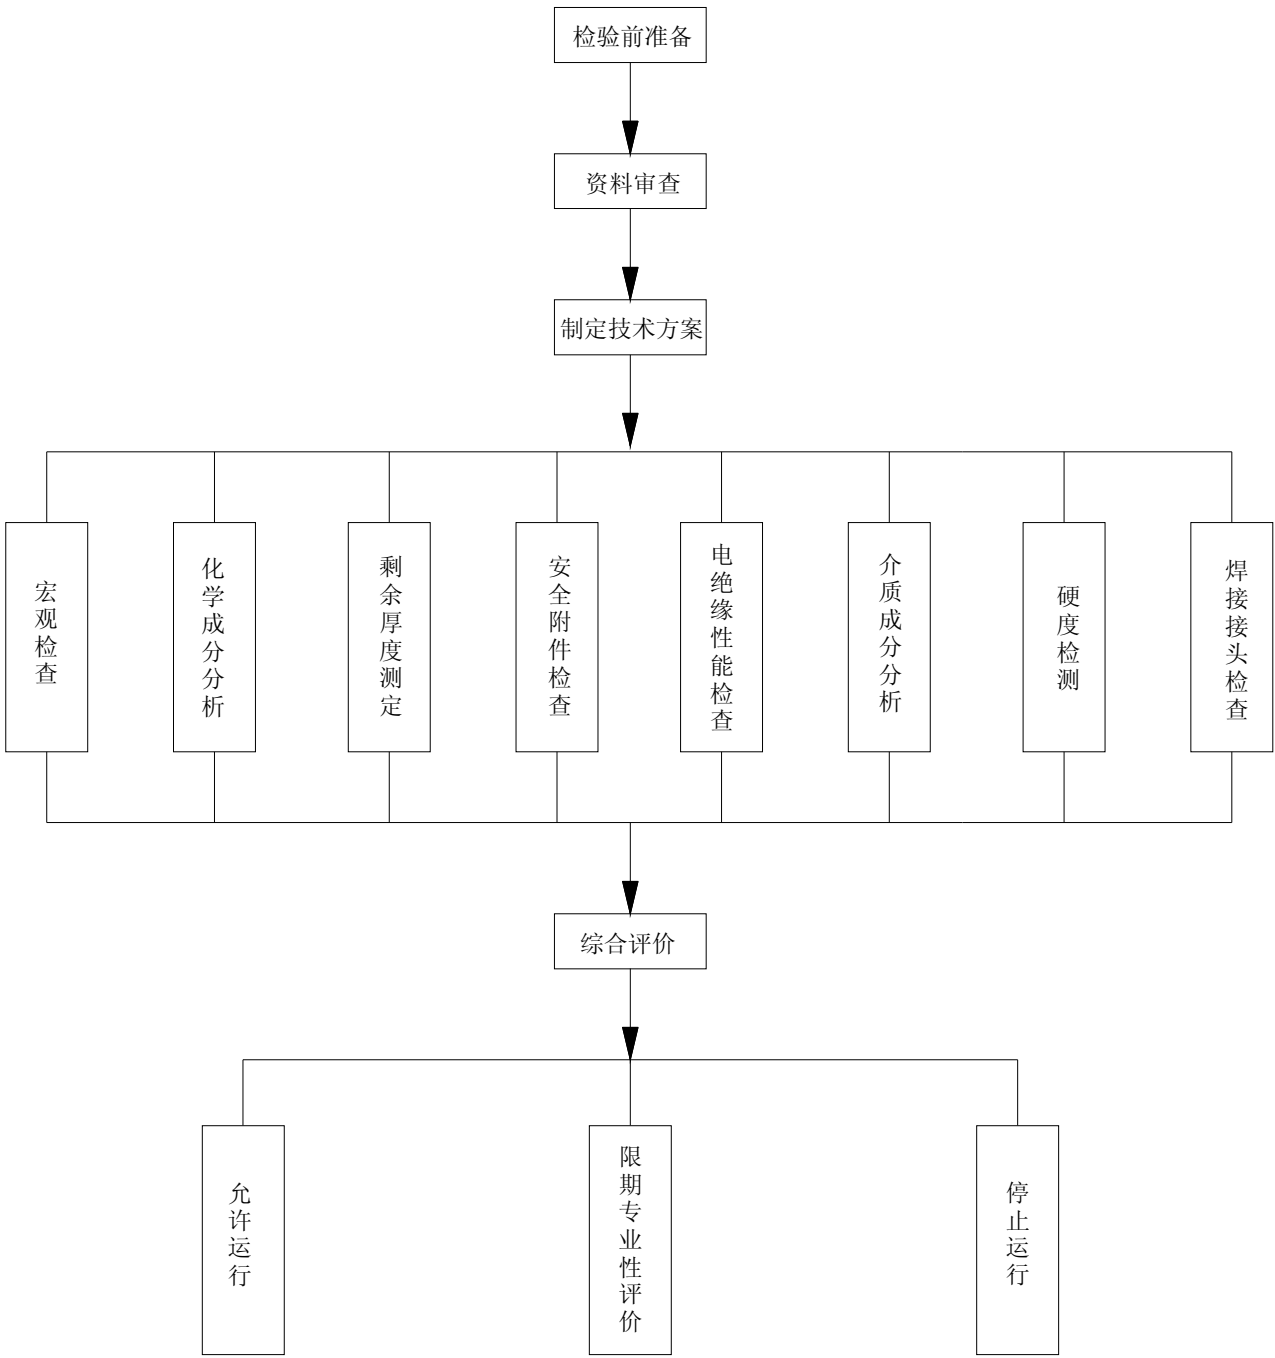

图1 一般性评价程序
5.3 一般性评价的程序见图1，评价时应对下述部位重点检查：